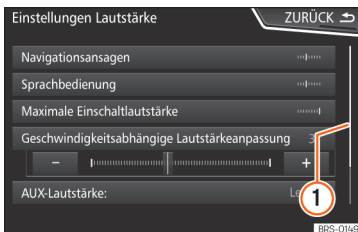

Abb. 146 Listeneinträge eines Einstellungsmenus.
Auf der rechten Seite befindet sich die Scroll-Leiste, deren Größe von der Anzahl der Listeneinträge abhängt » Abb. 146 ①.